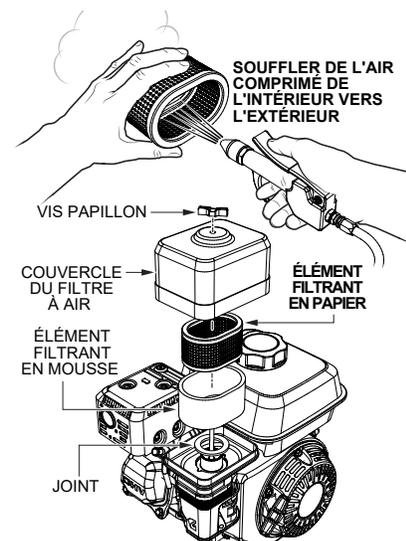

Figure 30. Filtre à air du moteur
1. Retirez le couvercle du filtre à air et l'élément filtrant en mousse comme indiqué sur la Figure 30.
2. Tapotez l'élément filtrant en papier (Figure 30) plusieurs fois sur une surface dure pour enlever la saleté, ou soufflez de l'air comprimé ne dépassant pas 30 psi (207 kPa, 2,1 kgf/cm²) à travers l'élément filtrant depuis le côté du boîtier du filtre à air. N'enlevez **JAMAIS** la saleté à la brosse. Le brossage forcerait la saleté dans les fibres. Remplacez l'élément filtrant en papier s'il est excessivement sale.